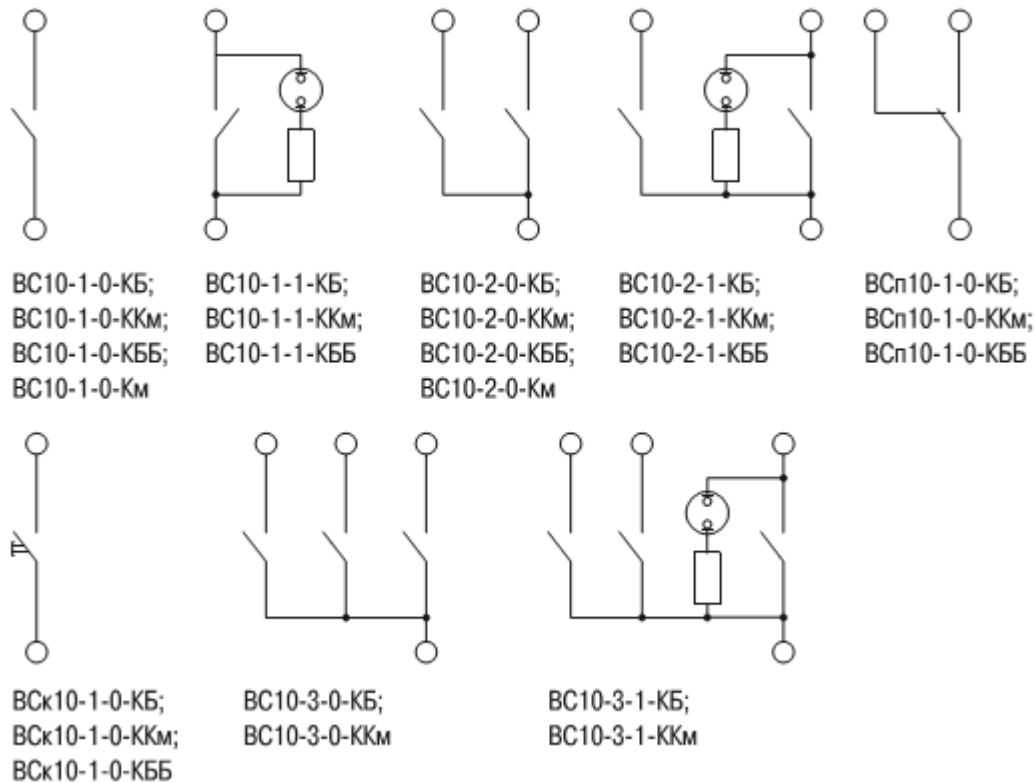

Figura 1 - Schemele electrice ale întrerupătoarelor din seria QUARTA
2.3 Schemele electrice ale conexiunilor întreruptoarelor sunt prezentate în figura 1.